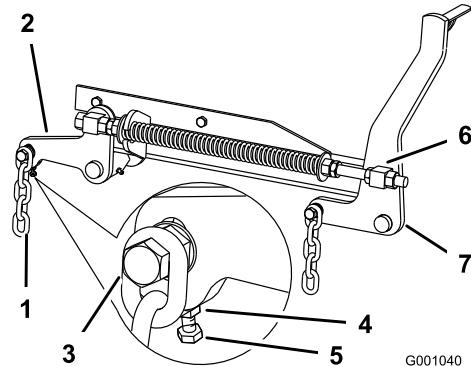

Figura 76
7. Se le misure al punto **B** o **C** non sono esatte, allentate il bullone che monta la catena posteriore al braccio di supporto posteriore (Figura 76).
8. Allentate il controdado sottostante il braccio di supporto posteriore e regolate il bullone di regolazione fino ad ottenere una misura tra 79 e 83 mm (Figura 76).
7. Allentate di 13 mm circa i controdadi delle parti girevoli anteriori destra e sinistra (Figura 76).
8. Regolate i dadi di sollevamento sui lati destro e sinistro della macchina finché la parte anteriore della macchina non risulta più bassa di 6–10 mm davanti, al punto **A**, rispetto alla parte posteriore al punto **B** (Figura 76).